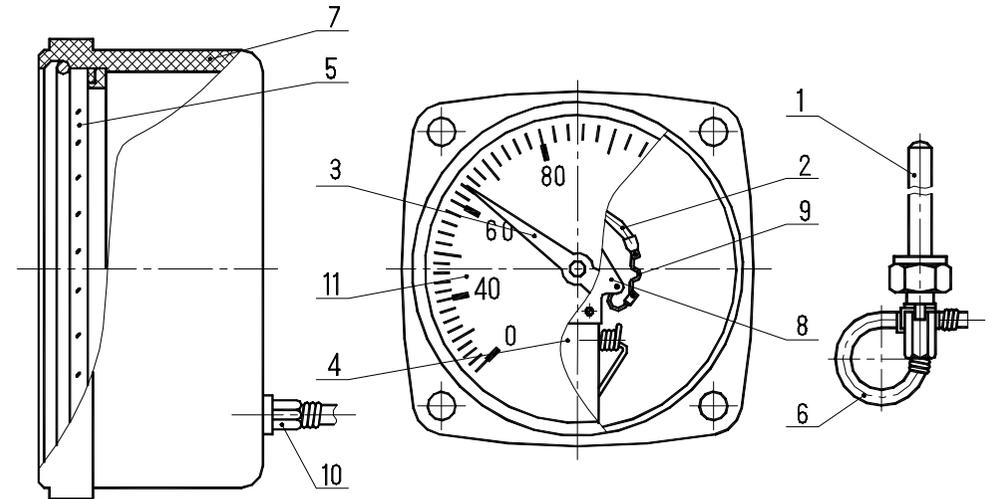

Рисунок 2 - Конструкция термометра:
10.2 Подрегулирование производить следующим образом. Поместить термобаллон 1 (см.рисунок 2) в термостат с температурой, соответствующей нижнему пределу измерений. Если стрелка 3 термометра устанавливается выше или ниже требуемой отметки шкалы циферблата 11, то окрыть прибор, отвернув ниппель 10, освободить корпус 7 от держателя 4. Затем, не вынимая термобаллон из термостата с температурой, соответствующей нижнему пределу измерений, установить стрелку на ось так, чтобы ее указательный конец находился напротив требуемой отметки с отклонением не более $\pm 0,5$ деления шкалы. Погрузить термобаллон в термостат с температурой, соответствующей верхнему пределу измерений и, после истечения 10 минут, зафиксировать положение стрелки.